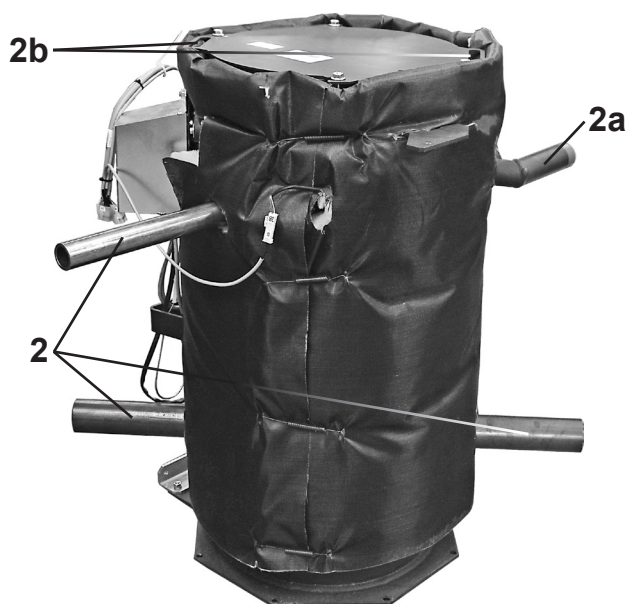

Fig. 07
- Utilizzare gli ausili di sollevamento in dotazione sia frontalmente sia inferiormente (2, Fig. 07) e i bocchettoni posteriori di mandata e ritorno (2a) per la stabilizzazione.
Lo scambiatore di calore NON deve essere fissato alle maniglie del coperchio (2b, Fig. 07).